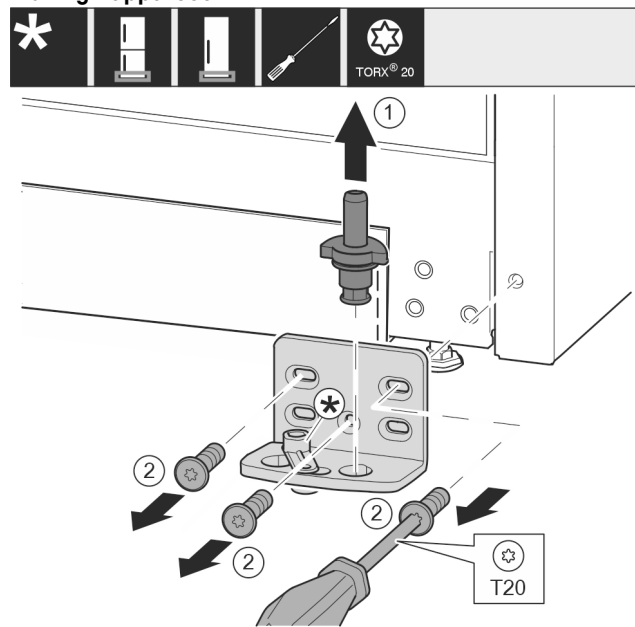

Fig. 11
- ▶ Estrarre completamente il perno di supporto verso l'alto. Fig. 11 (1)
- ▶ Svitare le viti con il cacciavite T20 e rimuovere il blocco di supporto. Fig. 11 (2)